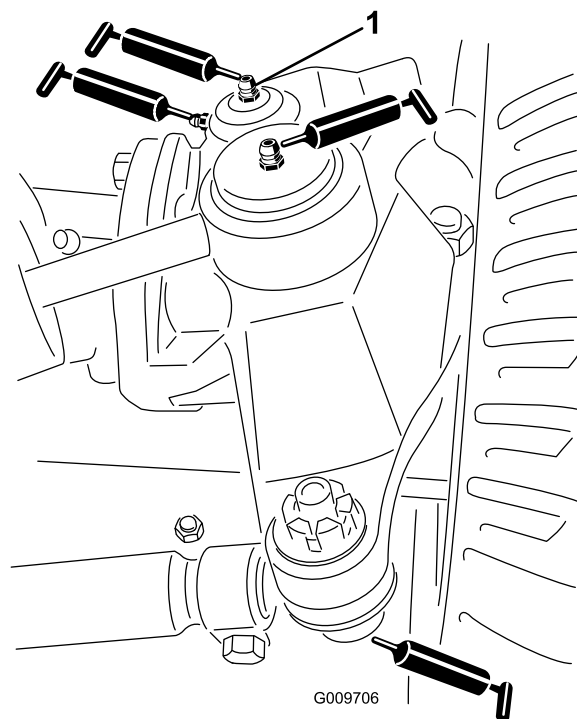

Figura 83
- Articulații sferice ale cilindrului de direcție (2), aa cum se arată în Figura 83
- Articulații sferice tirant (2), aa cum se arată în Figura 83
- Buce pivot (2), aa cum se arată în Figura 83